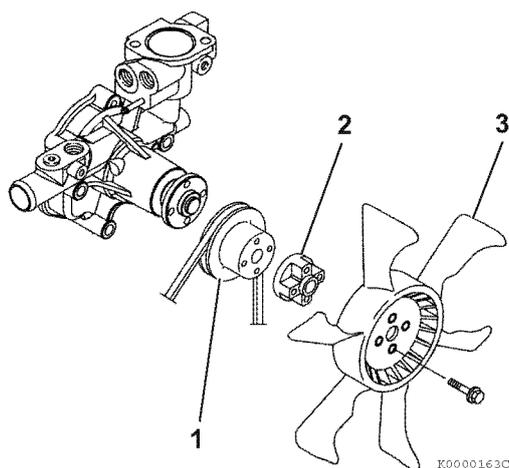

Figure 9-4
1. Retirez la protection du ventilateur d'eau de refroidissement (le cas échéant), le ventilateur de refroidissement (3, **Figure 9-4**), l'entretoise (2, **Figure 9-4**), la poulie trapézoïdale de la pompe à eau de refroidissement (1, **Figure 9-4**) et la courroie trapézoïdale.